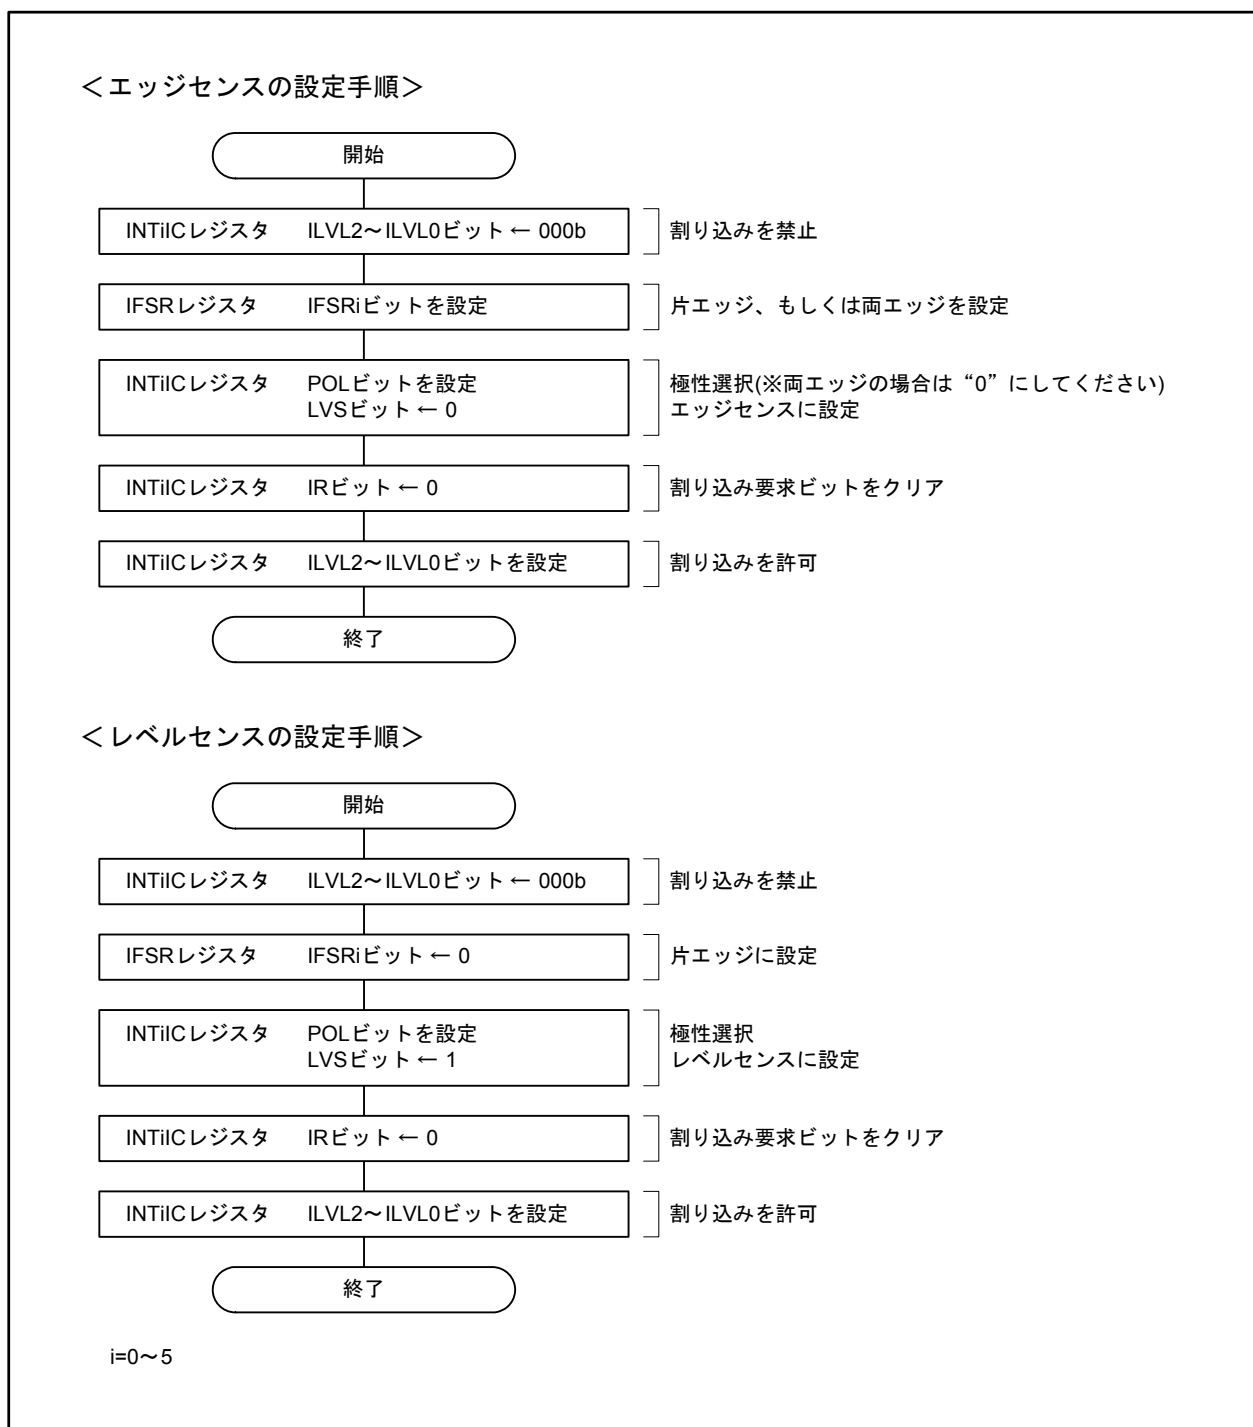

図 28.3 INTi割り込み(i=0~5)発生要因の設定手順
- $\overline{\text{INT0}} \sim \overline{\text{INT5}}$ 端子の極性を切り替えるときにINTiICレジスタ(i=0~5)のIRビットが“1”(割り込み要求あり)になることがあります。切り替えた後、IRビットを“0”(割り込み要求なし)にしてください。図28.3に $\overline{\text{INTi}}$ 割り込み(i=0~5)発生要因の設定手順を示します。